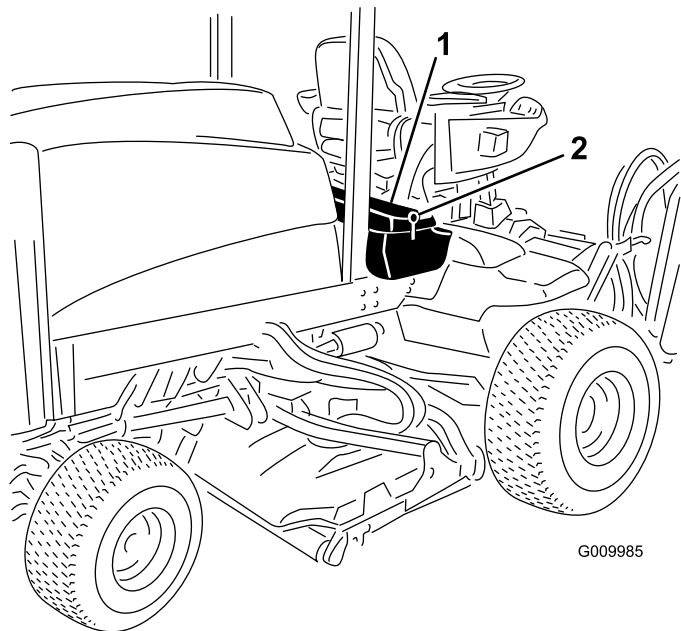

Figura 92
1. Desbloqueie e eleve o painel da consola do operador (Figura 92).